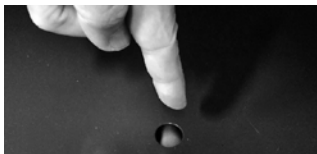

Fig. 8 : Tôle de fond/support de fond avec évidement rond
- Soulever et retirer les supports d'étagères (y compris les rails d'étiquettes de prix), les tôles de fond/les supports de fond. Nettoyer avant de remonter les éléments. Soulever et remonter les tôles de fond/supports de fond uniquement à l'aide de l'évidement rond (voir → fig. 8).
- Placer les tôles de fond/supports de fond nettoyés à l'aide de l'évidement rond (voir → fig. 8).